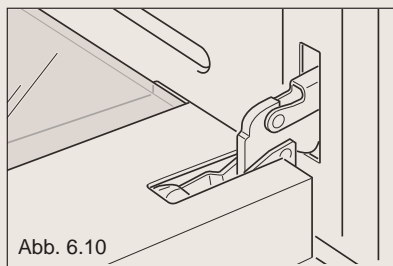

Abb. 6.10
- * Die Tür ganz öffnen (Abb. 6.10).